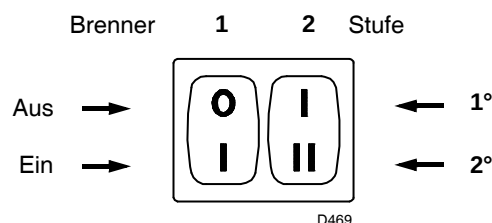

Abb. 19
- Den Brenner durch Schließen der Fernsteuerungen und mit Schalter 1)(Abb. 19) auf "EIN" starten. Der Pumpendreh Sinn muß der Pfeilangabe auf dem Dekkel entsprechen.
- Die Pumpe ist gefüllt, wenn aus der Schraube 4) oder 8) Heizöl heraustritt. Den Brenner stoppen: Schalter 1) (Abb. 19), auf "AUS" und die Schraube 4) oder 8) aufschrauben.